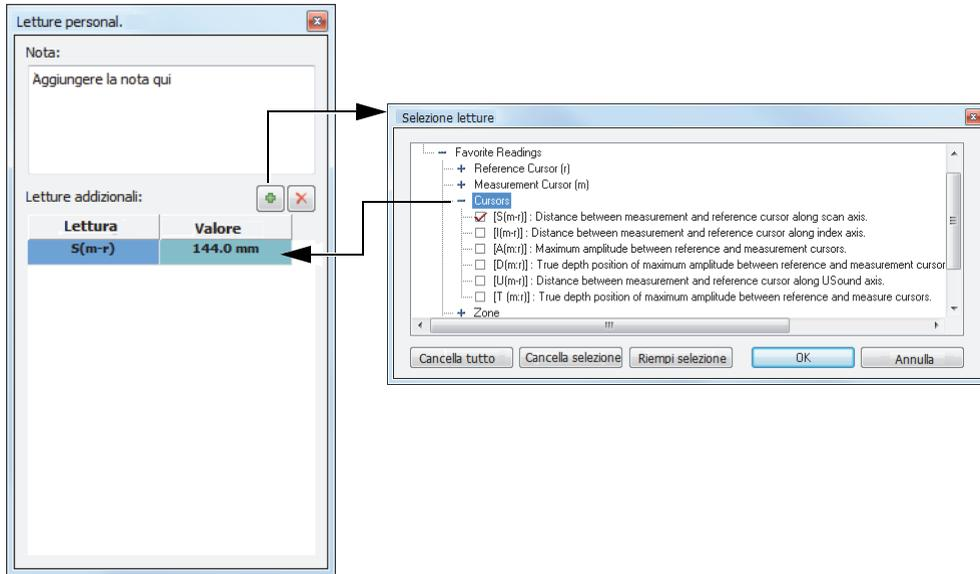

Figura 6-5 Aggiunta di una nota e di una lettura aggiuntiva a un'indicazione
- c) Nella finestra di dialogo **Lecture personal.** che viene visualizzata (vedi Figura 6-5 a pagina 186), inserire la nota per l'indicazione nel campo **Nota**.
9. È inoltre possibile includere delle letture aggiuntive nella tabella delle indicazioni (vedi Figura 6-5 a pagina 186):